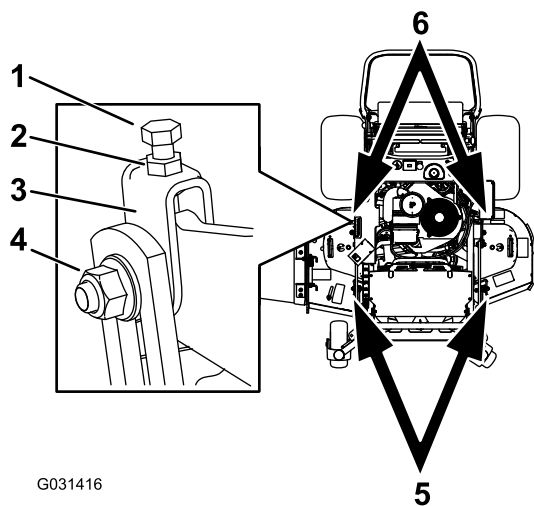

Figura 83
1. Desaperte a porca de bloqueio e o parafuso lateral nas forquilhas que quer ajustar (Figura 83).
2. Rode o parafuso superior para ajustar a altura da plataforma do cortador (Figura 83).
5. Se a medição não estiver correta, localize as 2 forquilhas dianteiras na máquina (Figura 83).